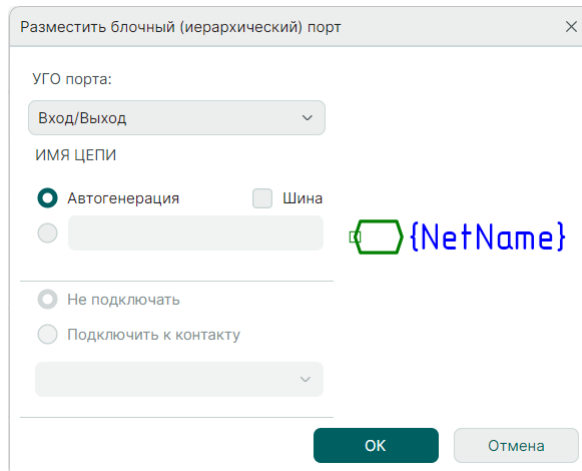

Рис. 270 Окно «Разместить блочный (иерархический) порт»
2. Установите настройки размещаемого блочного порта в окне «Разместить блочный (иерархический) порт, см. Рис. 270.